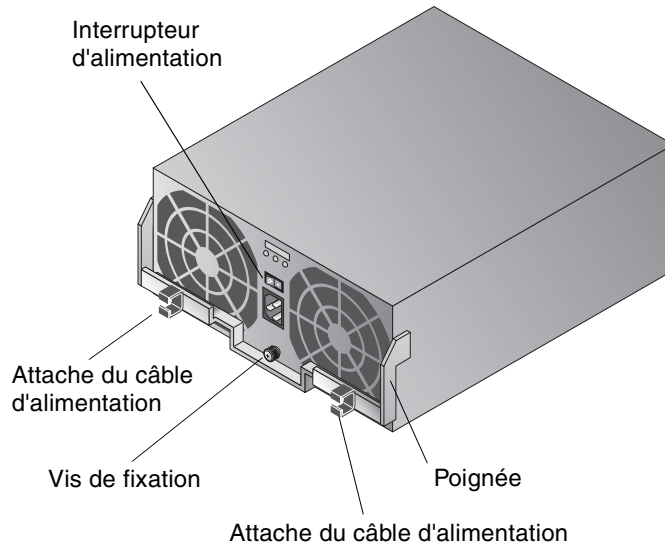

FIGURE 6-9 Unité d'alimentation et de refroidissement
1. **Mettez-la hors tension en appuyant sur l'interrupteur de marche/arrêt (FIGURE 6-9).**
- 3. Retirez le câble d'alimentation de l'attache située sur l'UAR (FIGURE 6-9).**